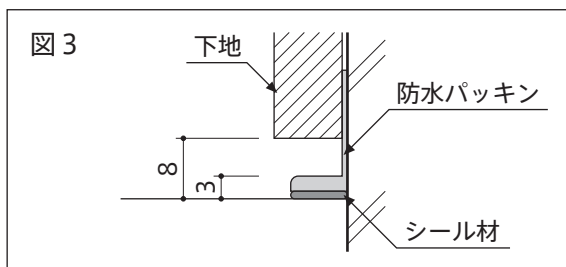

図4
- ・下地を付属の⊕サラタッピンネジ3.5×3.5にて壁面の指定位置にしっかりと取付けてください。(図4・図5)